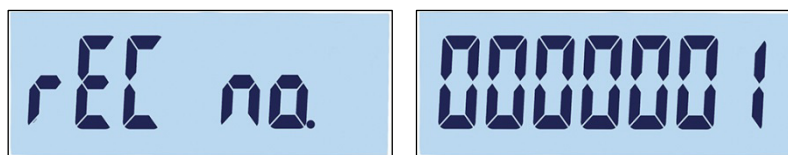

Figura 3-45: Pantallas de nombre de número de registro y ajuste de número de registro
17. Aparece brevemente rEC no. (número de registro), y luego la pantalla para editar el número de registro (Figura 3-45). El terminal puede guardar hasta 10 registros. El sistema ofrece de manera predeterminada el siguiente número disponible.